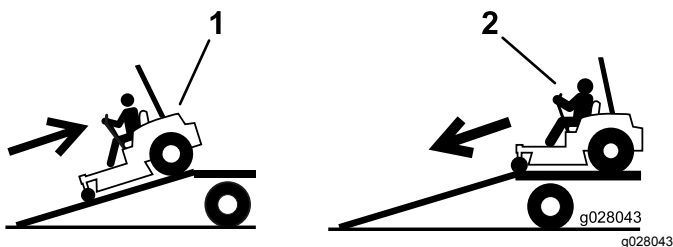

Figura 44
4. Suba a rampa em marcha atrás (Figura 44).
2. Desça a rampa em marcha para a frente (Figura 44).